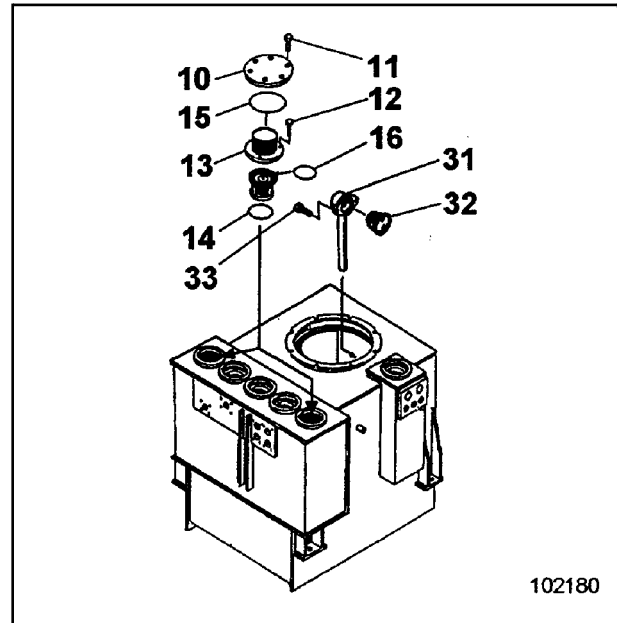

Fig. 7
- Deckel (10, Fig. 7) abnehmen. Schrauben (12) herausdrehen. Sieb (13) abnehmen und in Waschbenzin oder Petroleum reinigen; ggf. erneuern.
- Dichtring (16) auf Beschädigung prüfen; ggf. erneuern.
- Deckel (10) mit Dichtring (15) anbauen.